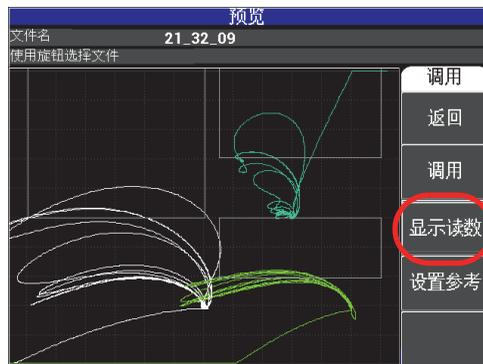
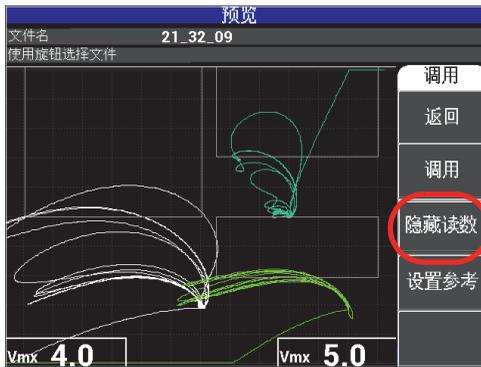

图 4-13 显示读数功能
图 4-14 隐藏读数功能
- 按功能键 C，显示或隐藏读数（参见第 90 页的图 4-13 和第 91 页的图 4-14）。